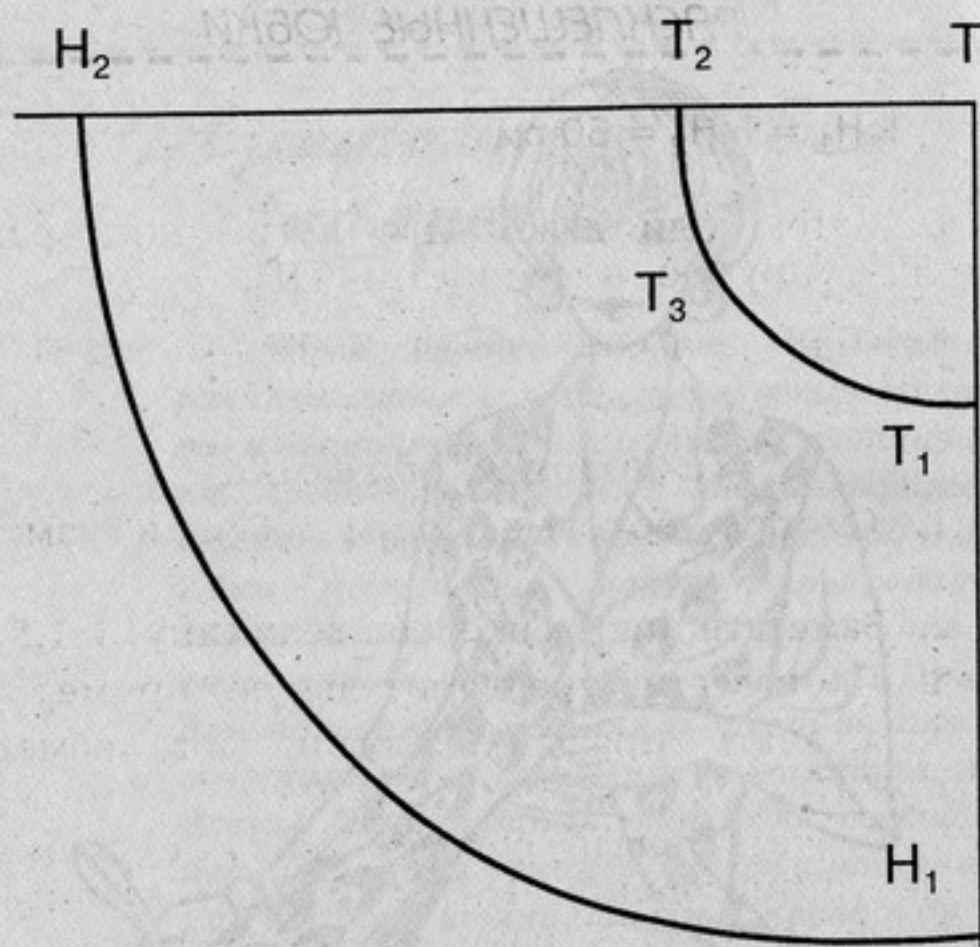

Рис. 151. Чертеж построения выкройки юбки "полусолнце"
1. Первоначально строим прямой угол с точкой T (рис. 151).